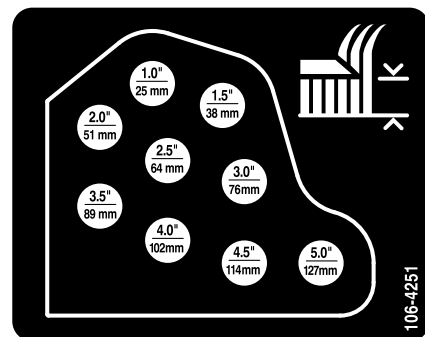

Figura 17
10. Monte las cadenas de altura de corte en el taladro de altura de corte deseado con el pasador y el pasador de horquilla (Figura 17).